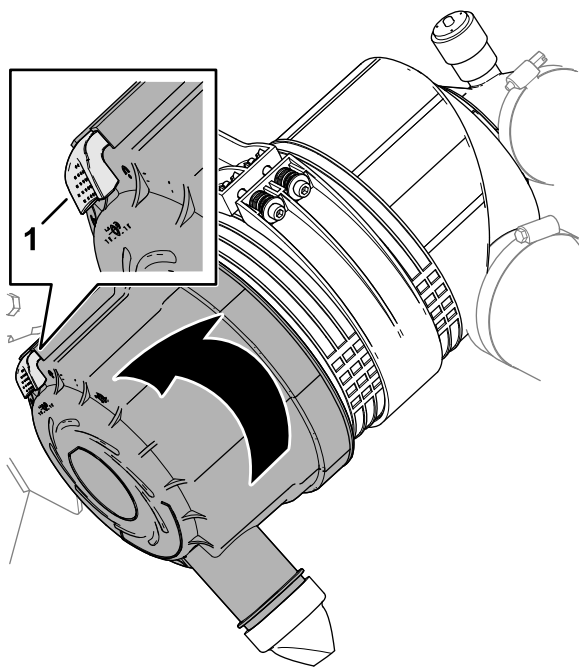

図 119
4. ラッチを引いて外し、カバーを左にひねってボディーからははずす **図 119**。